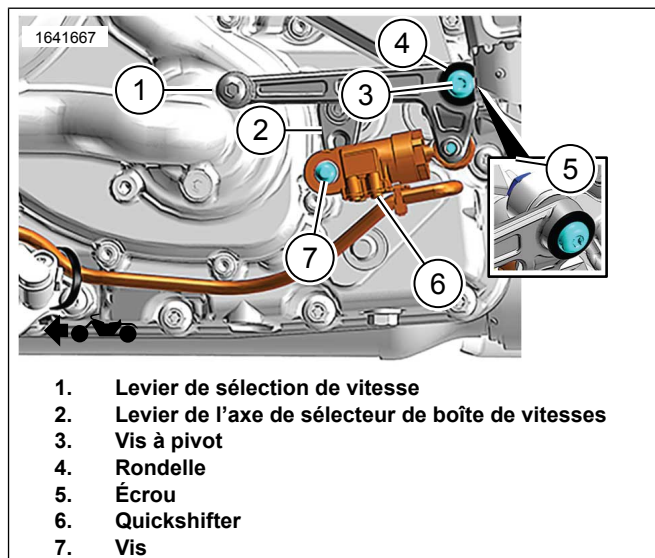

Figure 6. Installation du quickshifter
Voir la figure 6. Assembler le levier du sélecteur de vitesse (1) et le quickshifter (6) au bossage du cadre avec la vis (3), la rondelle (4) et l'écrou (5). Serrer.